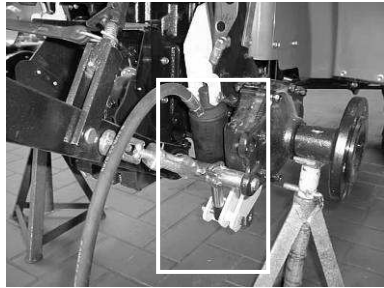

Bild 39: Hubzylinder
9. Montieren Sie den Hubzylinder (siehe Bild 39).